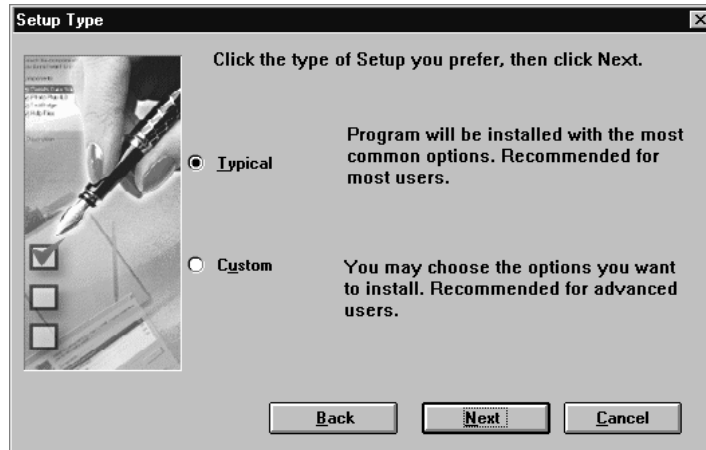

Figure 19 : définition du type d'installation
8. Cliquez sur 'Suivant' {Next} pour accepter le répertoire standard et pour continuer l'installation. La Figure 19 est affichée.